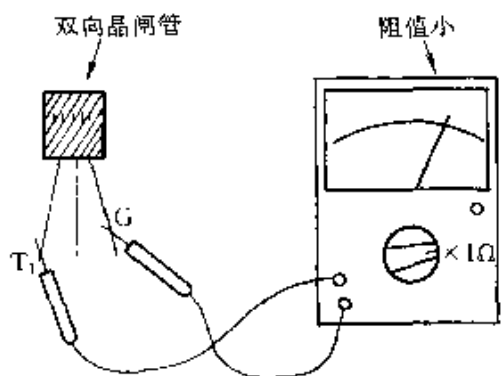
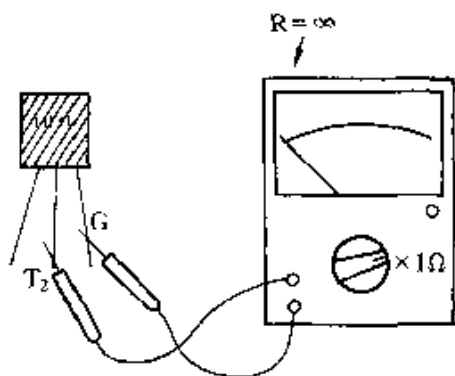

图 2-274
图 2-275
③ 检测双向晶闸管：万用表置于“ $R \times 1\Omega$ ”挡，两表笔测量控制极 G 与主电极 T_1 间的正、反向电阻，均应为较小阻值，见图 2-274。两表笔测量控制极 G 与主电极 T_2 间的正、反向电阻，均应为无穷大，如图 2-275 所示。